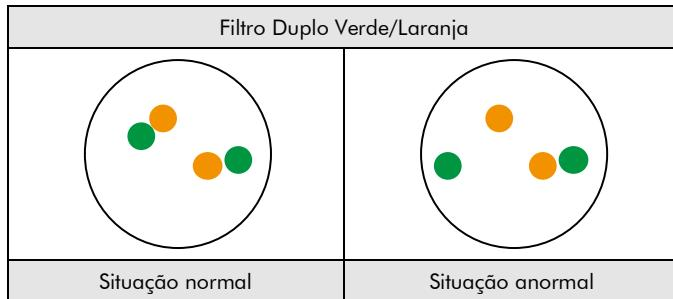

Fig. 2: Resultados esperados em núcleos normais e anormais
Em interfases de células normais masculinas ou em células sem translocação envolvendo a região do gene CRLF2, são visíveis dois sinais de fusão verde/laranja (ver Fig. 2).
**Situação anormal:** Um padrão de sinais constituídos por um sinal de fusão laranja/verde, um sinal laranja e um sinal verde separado, indica uma região do gene CRLF2 normal e uma região do gene CRLF2 afetada por translocação (ver Fig. 2).